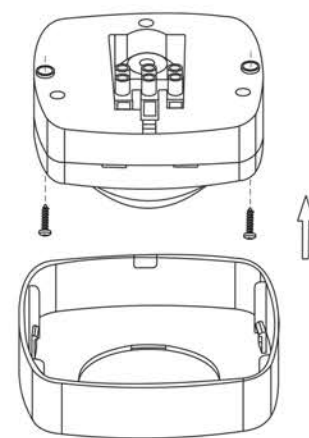

Рисунок 19 – Монтаж ДД 022,
5.2.4 Монтаж ДД 022, ДД 023 (рисунок 19)
– С помощью отвертки с плоским жалом отщёлкнуть и снять защитную крышку датчика (рисунок 19).